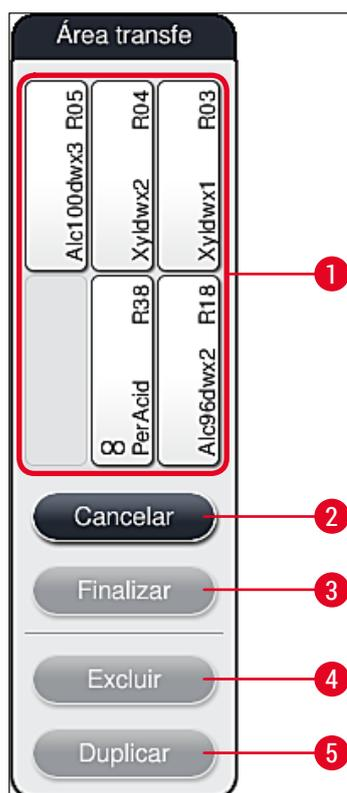

Fig. 64
- Após a confirmação, a **Área transferência** (→ "Fig. 64") abrirá, sendo possível mover ali até 6 estações de reagentes (→ "Fig. 64-1").